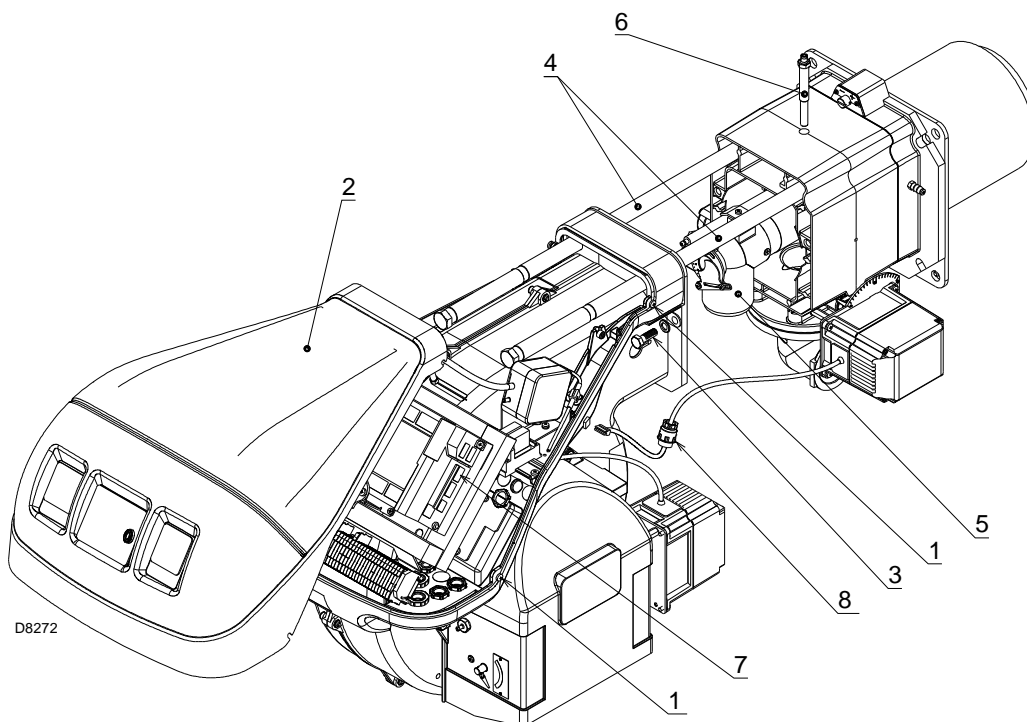

Fig. 39
- Allentare le 4 viti 1)(Fig. 39) e togliere il cofano 2).